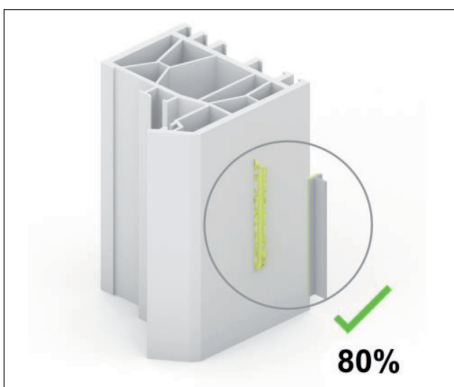

Abb. 6
**Der Bruch muss im Schaumklebeband erfolgen** (Abbildung 6 und 7)